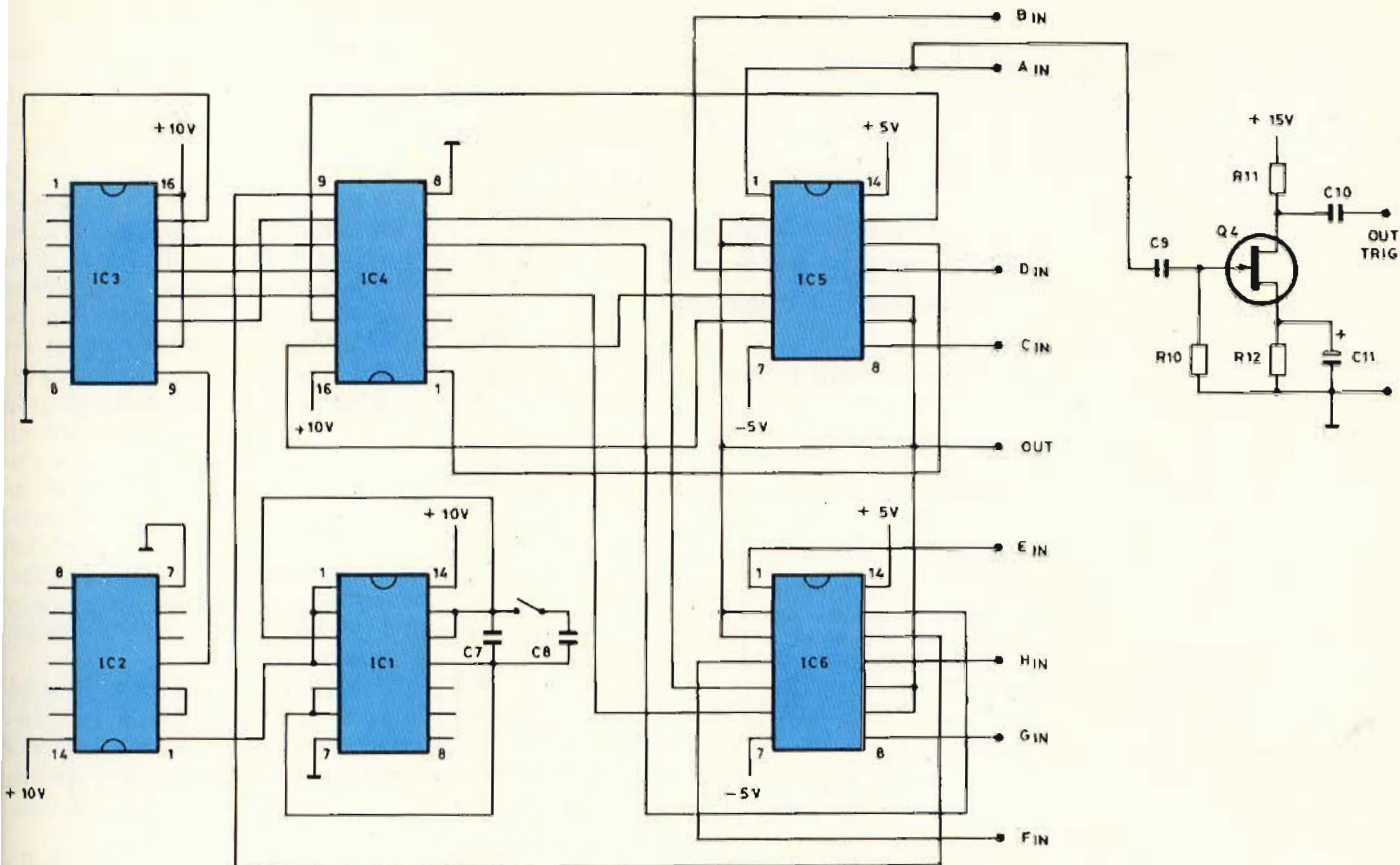
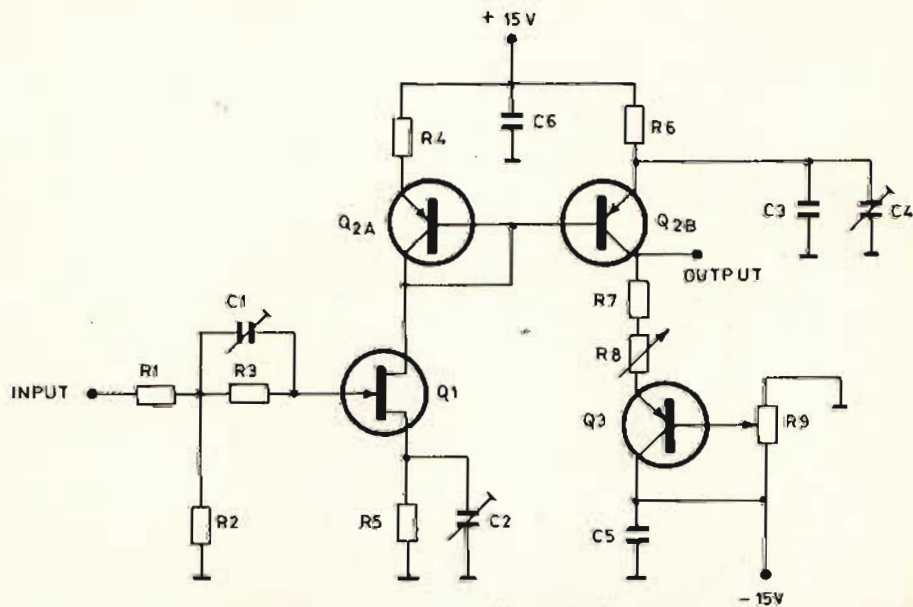
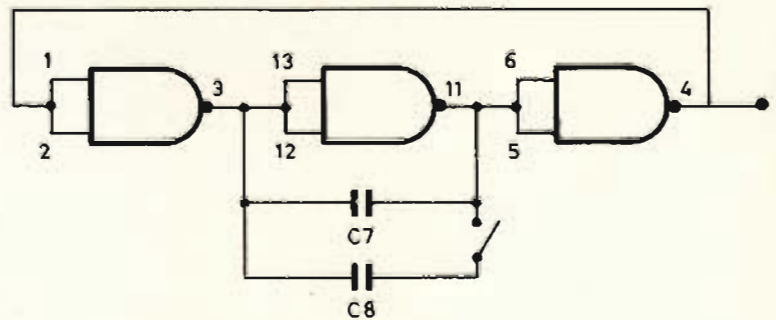

Fig. 1 - Schema elettrico del commutatore fino a otto tracce e dell'amplificatore di sincronismo.
Fig. 2 - Schema elettrico di uno dei preamplificatori d'ingresso.
Fig. 5 - Circuito elettrico dell'oscillatore ad anello.
**ELENCO DEI COMPONENTI DEL COMMUTATORE FIG. 1**
elettrico completo è diviso in due parti visibili in fig. 1 e in fig. 2.
In fig. 1 è rappresentato il commutatore vero e proprio fino a otto canali mentre in fig. 2 è rappresentato lo schema del preamplificatore di un canale dato che sono tutti uguali. Sempre in fig. 1 è dato anche lo schema dell'amplificatore
**ELENCO COMPONENTI PREAMPLIFICATORE FIG. 2**
Tornando al nostro schema, vediamo in fig. 1 che l'oscillatore è realizzato con un circuito integrato C-MOS del tipo CD4011. In figura 4 diamo la disposizione dei piedini e si vede che al suo interno vi sono quattro circuiti del tipo nand. Noi ne abbiamo usati tre per il nostro oscillatore. Lo schema di fig. 5 ci mostra che è stata impiegata la configurazione di oscillatore ad angolo (ring oscillator) cioè si utilizzano tre nand in cascata fra di loro e con gli ingressi del primo collegati all'uscita del terzo. Il condensatore che determina la frequenza di oscillazione è collegato fra l'uscita nand e gli ingressi del terzo, cioè in parallelo al secondo nand ovvero fra i suoi ingressi e la sua uscita. C'è da dire che il circuito è molto semplice ma fun-
onde quadrate perfette per il nostro uso. Ma non basta. Come si vede sia dallo schema elettrico di *fig. 1* che dallo stesso schema a blocchi di *fig. 3* e anche dallo schema dettagliato di *fig. 5* dell'oscillatore, vi sono due condensatori di capacità molto diversa fra loro. Che possono essere messi in parallelo. Questo vuol dire che si possono avere due frequenze diverse. Esattamente, la prima di circa 100 Hz secondo le tolleranze dei condensatori. La seconda di circa 100 kHz. In definitiva, con il solo C7 inserito, avremo un funzionamento ad alta frequenza del tipo «Chopped» mentre inserendo C8, otterremo un funzionamento a bassa frequenza del tipo «Alternate».